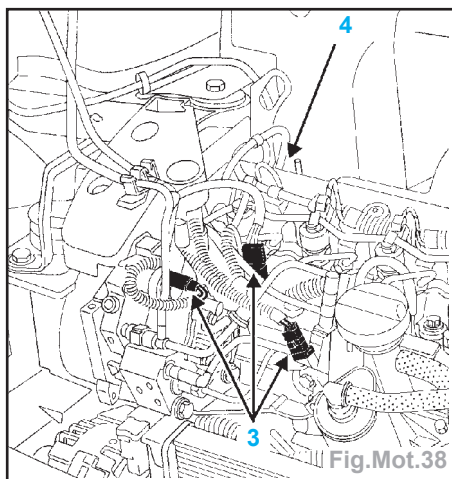

Fig.Mot.38
- les connecteurs (3) ainsi que le capteur de Point Mort Haut en (4) (Fig. Mot.38),